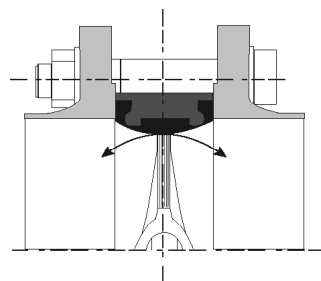

Figura 2: montaje incorrecto
- Cierre incorrecto entre la junta de cierre y el disco de la válvula de mariposa (véase la figura 2).